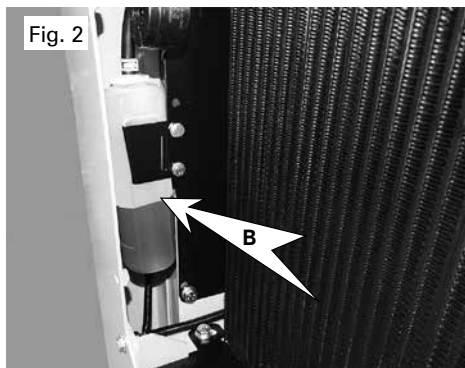

Fig. 2
- Mantenga el nivel de refrigerante indicado (Fig. 2 (B)).